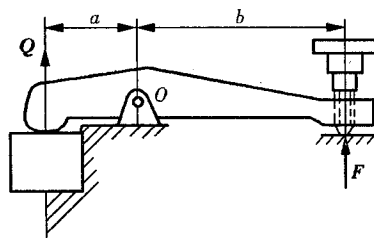

图 2-5
2. 某机床夹具用杠杆压板压紧工件如图 2-5 所示。设 $a = 40\text{mm}$, $b = 120\text{mm}$, 在螺钉处力 $F = 300\text{N}$ 。求在工作处产生的夹紧力 Q 有多大?